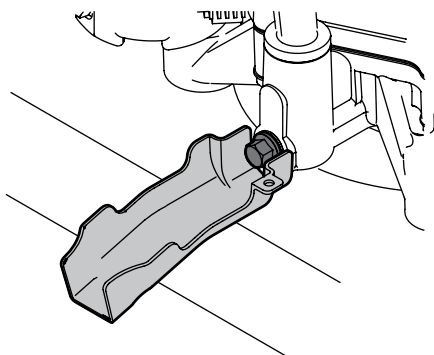

Figura 4-2
4. Insira a extremidade pequena da calha de drenagem de óleo no fundo do carter. Veja Figura 4-2.